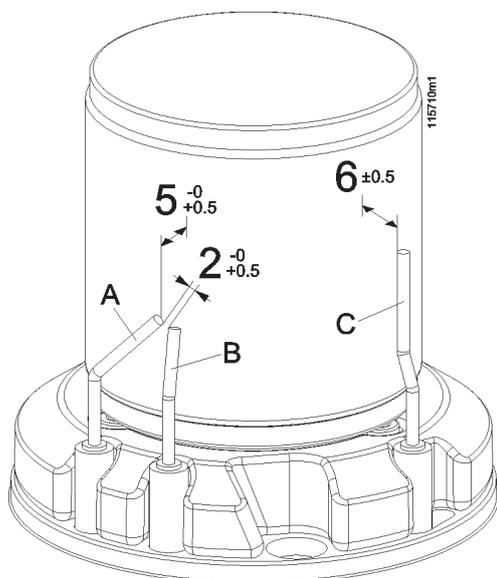

**Figura 38- Smontaggio gruppo ventilatore-bruciatore**
- ripristinare il livello di liquido all'interno del sifone versando 100 cm3 di acqua (un bicchiere) dallo scarico dei fumi oppure dall'apertura "H" di figura 38.
- svitare il dado "D" di figura 38;
- scollegare il cavo dal sensore di sicurezza "F" di figura 38;
- svitare i quattro dadi "C" di figura 38;
- estrarre tutto il gruppo ventilatore e bruciatore, particolare "A" di figura 38;
- Passare una spazzola cilindrica, a setole di plastica, all'interno della camera di combustione (particolare "H" di figura 38);
- facendo uso di un aspiratore, aspirare i residui incombusti dalla camera di combustione (particolare "H" di figura 38);